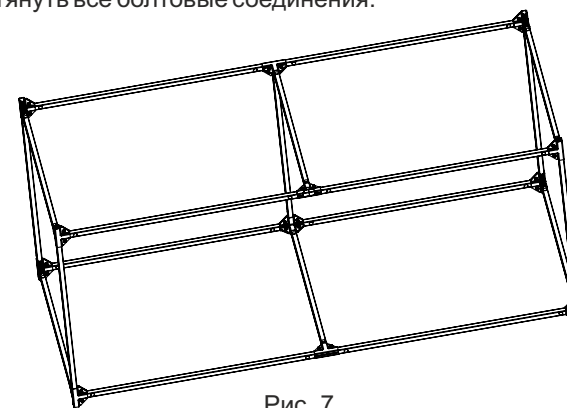

Рис. 7
6. Убедиться в правильности сборки конструкции душевой кабины (рис.7), все стойки и перекладины должны плотно прилегать к друг другу. После этого повторно протянуть все болтовые соединения.